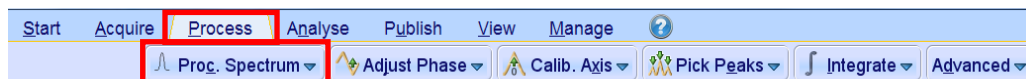

図 55. フローインターフェイス中の Process タブの位置.
- ① メニューバーの **Process** をクリックして、データ処理用にフローユーザーインターフェイスを切り替えます (図 55)。
- ② フローユーザーインターフェイスの **Proc. Spectrum** をクリックし、自動データ処理を行います。